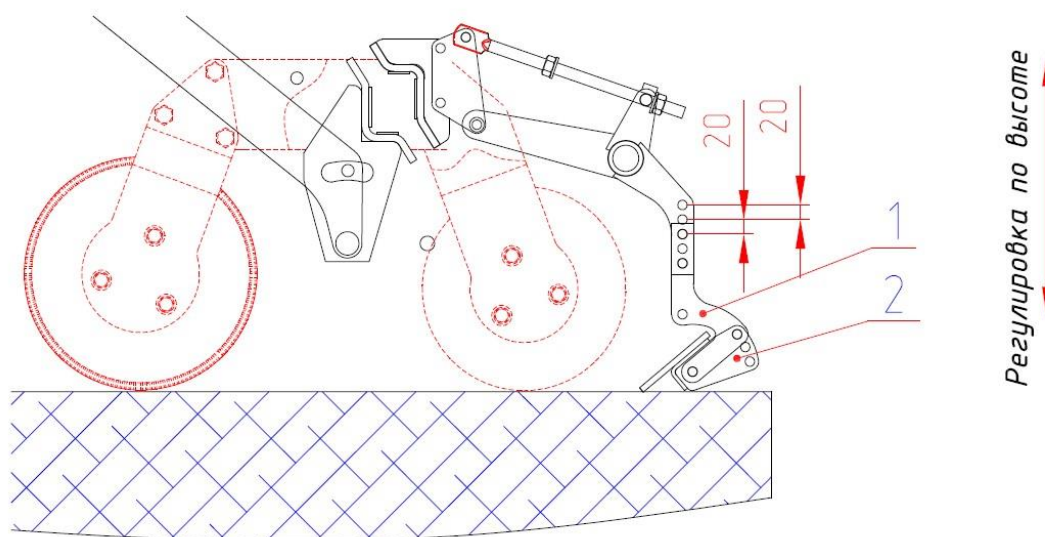
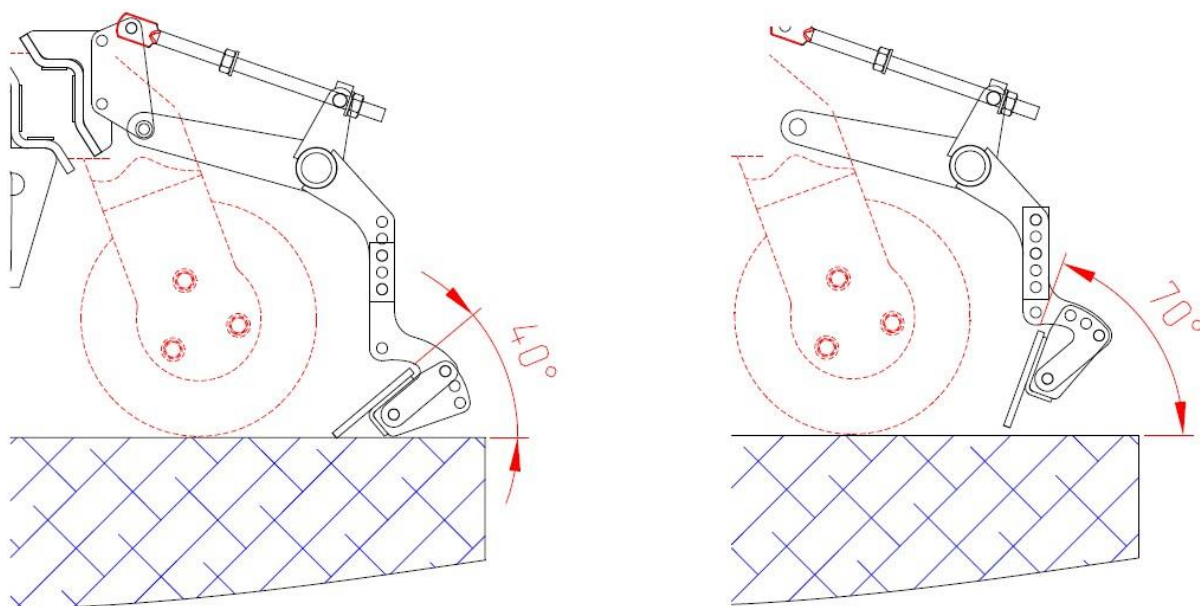

Рис.15.3 Регулировка планчатого выравнивателя по высоте.
Рис.15.4 Регулировка планчатого выравнивателя по углу (активное положение планки).
6.2.2 Регулировка планчатого выравнивателя по высоте расположения планки осуществляется переустановкой держателя 1 (рис.15.3) в соответствующие отверстия.
7.2.2 Регулировка планчатого выравнивателя по углу осуществляется поворотом держателя 2 (рис.15.3) относительно нижнего отверстия и фиксации держателя в соответствующих отверстиях. Угол положения планки можно устанавливать как в "активном" положении (рис.15.4) так и в "пассивном" положении (рис.15.4).